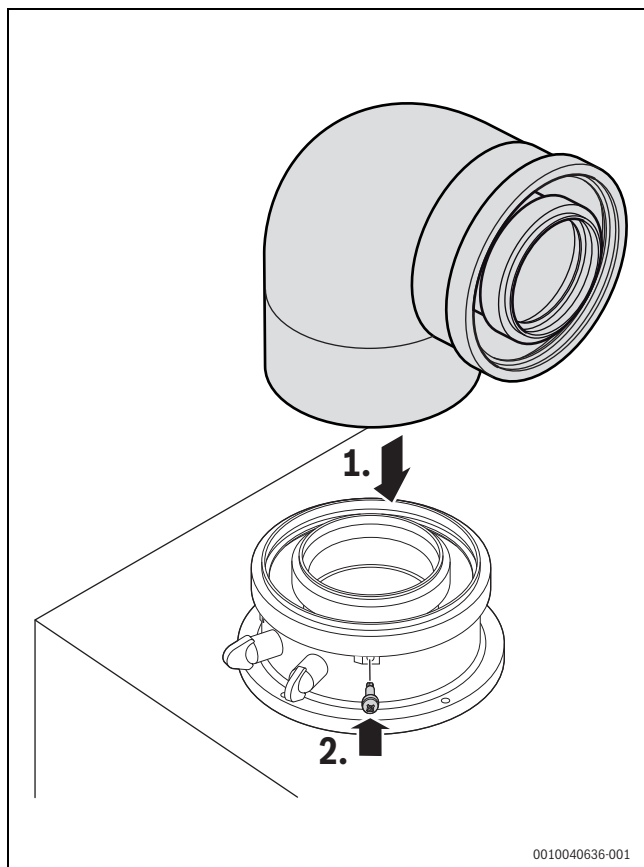

Fig. 31 Colocar el accesorio para evacuación de gases y asegurarlo con 3 tornillos
- Conectar el accesorio de evacuación (→ fig. 31).